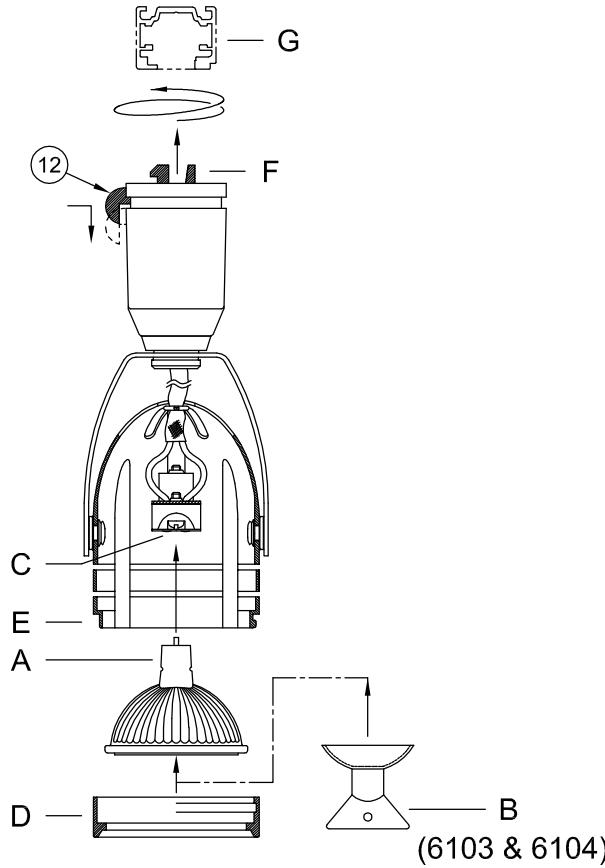

FIGURE 1
- 5.- Push mounting head firmly up into Track (7) and rotate Transformer Assembly (11) clockwise. Press Latch Button (12) inward and down and continue rotation until unit is parallel to Track. See Figures 1 & 3.
5.- Introduisez fermement la tête de montage dans le rail (7) et tournez l'assemblage du transformateur (11) dans le sens des aiguilles d'une montre. Appuyez vers l'intérieur et en bas sur le bouton de sécurité (12) et continuez à tourner jusqu'à ce qu'il reste parallèle au rail. Voir les Figures 1 et 3.